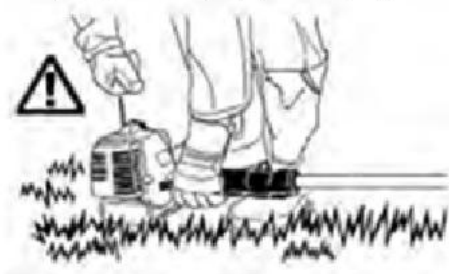

Рисунок 26
5. Медленно потяните за трос ручного стартера, пока не раздастся щелчок (рис.26).